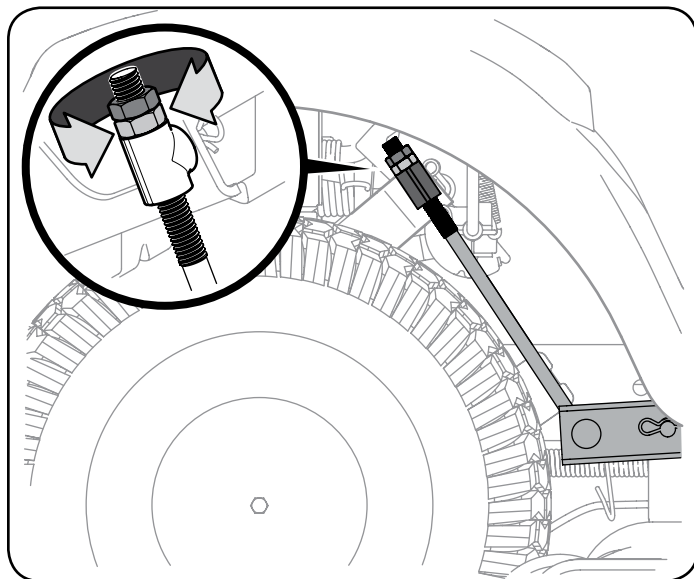

Figura 24
3. Debajo de los guardabarros traseros dentro de las ruedas hay una varilla de ajuste de elevación para cada lado de la plataforma. Vea la Figura 24.